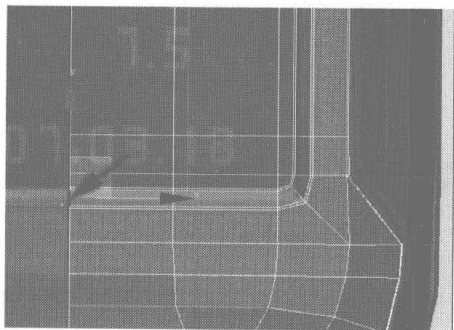

图 4.96
- 36** 选择如图 4.96 所示的边线，在 Selection 卷展栏中单击 **Ring** 按钮，选择其环形的曲线，在 Edit Vertices 卷展栏中单击 **Connect** 按钮，为显示屏的外框上添加一条曲线。